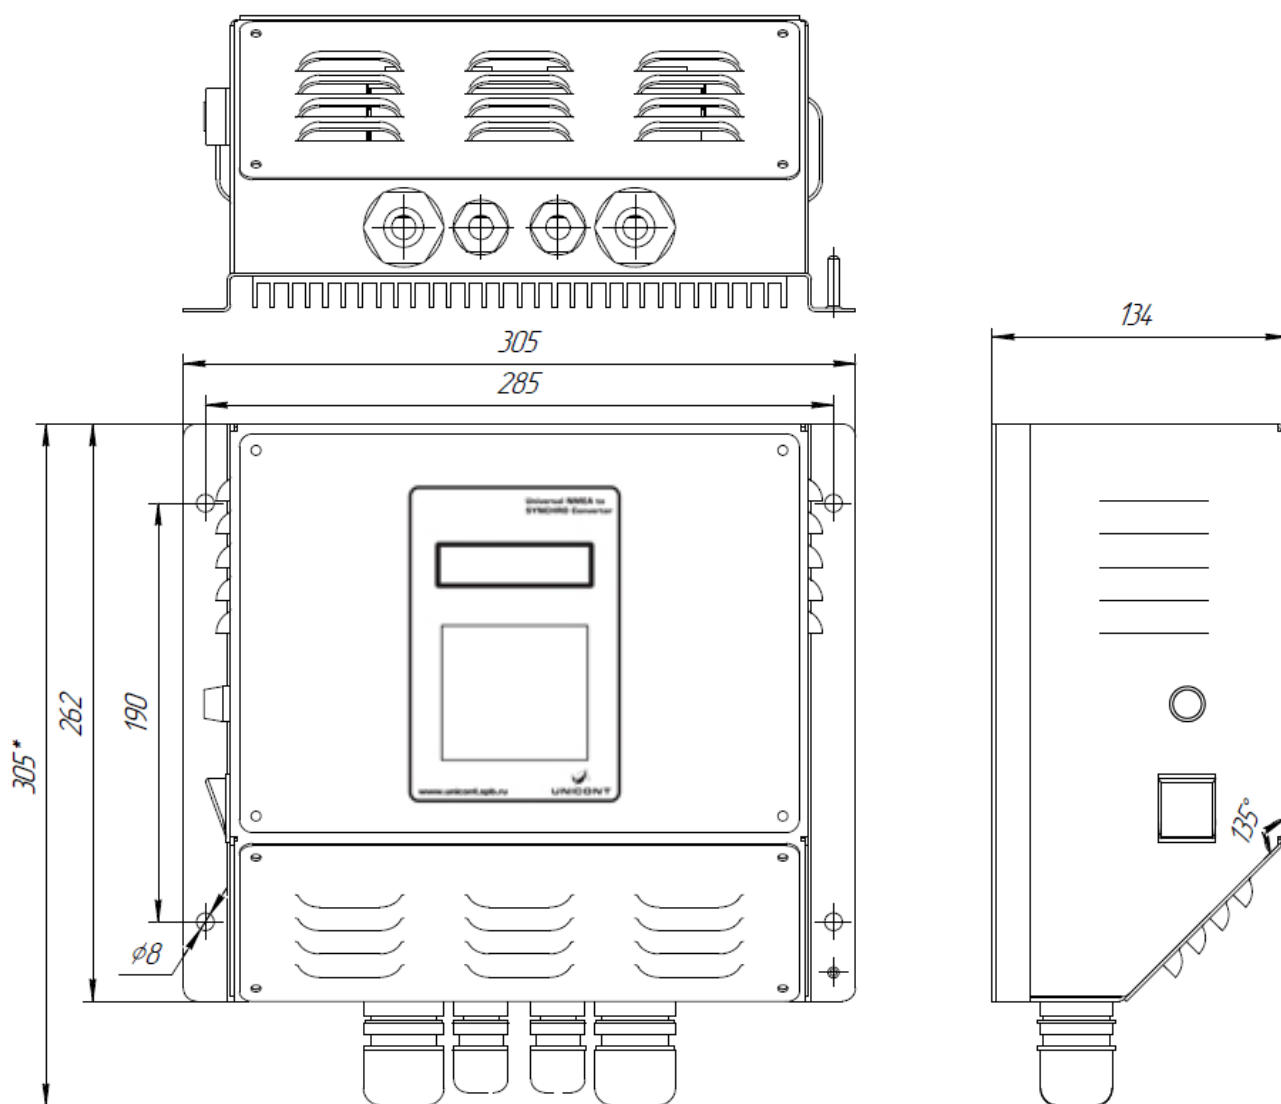

Рисунок 1. Габаритный чертеж устройства.
- а) Выберите место для установки устройства (на вертикальной переборке или монтажной панели) и подготовьте крепежные отверстия, согласно габаритному чертежу (Рисунок 1).